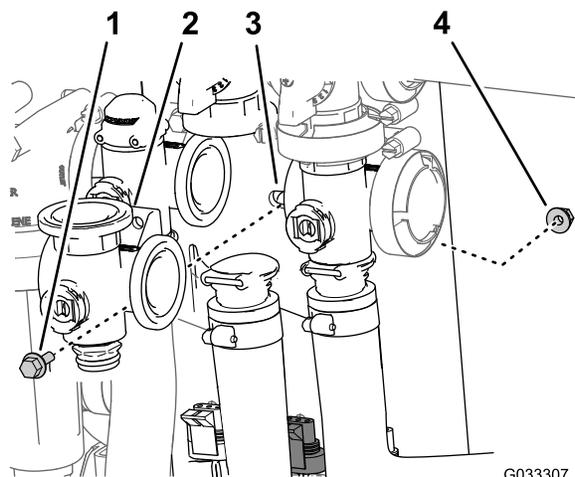

图 70
- 卸下将搅拌阀固定至阀安装座的凸缘头螺栓和凸缘锁紧螺母然后从机器中拆下阀歧管图 70。